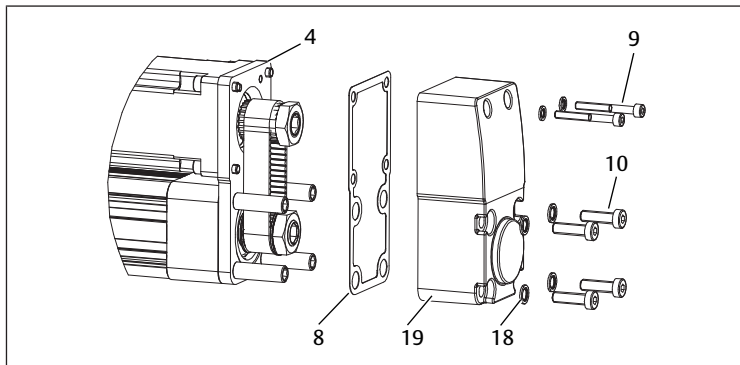

Fig. 18: Montaje de la tapa del engranaje
1. Coloque la junta plana (8) entre la tapa del engranaje (19) y la placa intermedia (4).
2. Deslice las arandelas de sellado (18) sobre los tornillos Allen (9/10).
3. Fije la tapa del engranaje. Véase → Fig. 18.